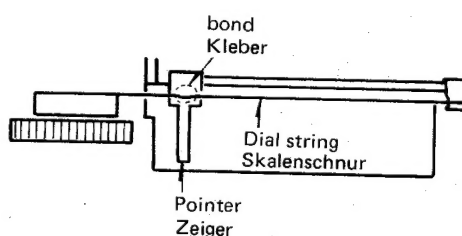

Fig. 14 Abb. 14
8. Fix the TV dial pointer on the string with bond as shown in Fig. 14.
8. Kleben Sie den Fernsehskalenzeiger auf der Schnur, wie in Abb. 14 gezeigt, mit Kleber an.